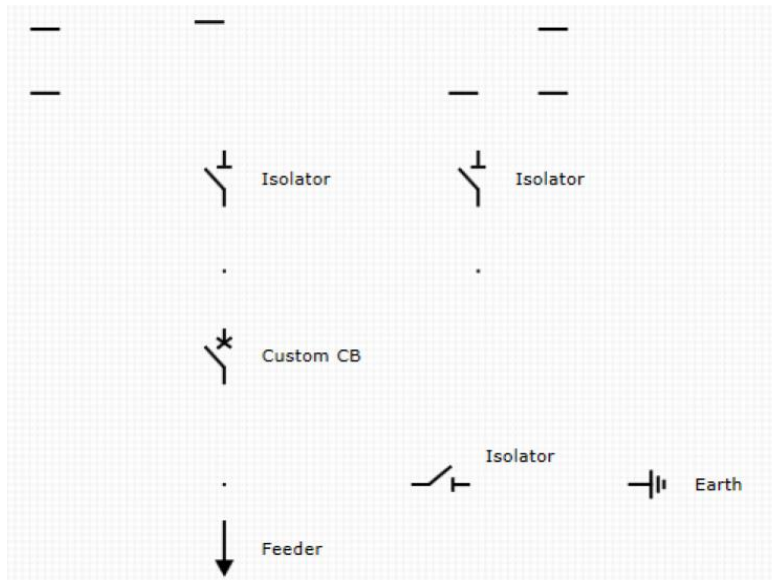

Imagen 141_Esquema de los componentes requeridos para el display.
3.6 Posteriormente buscaremos añadir el siguiente esquema, los nombres específicos se observan en la **Imagen 141**, hay que cuidar que hay algunos que se parecen en forma. Incluir las líneas horizontales llamadas “*Busbar_Junction*” y los puntos llamados “Junction”.